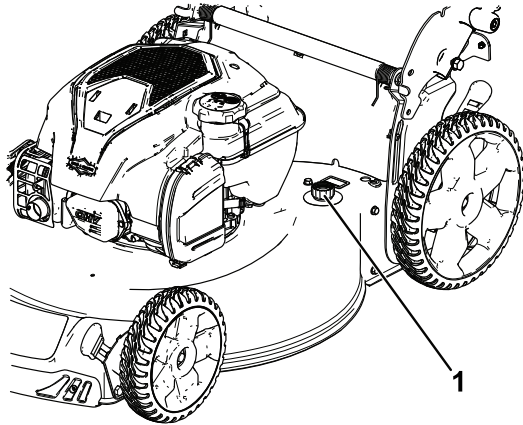

Рисунок 19
- Присоедините садовый шланг, подключенный к источнику воды, к промывочному отверстию в корпусе (Рисунок 19).